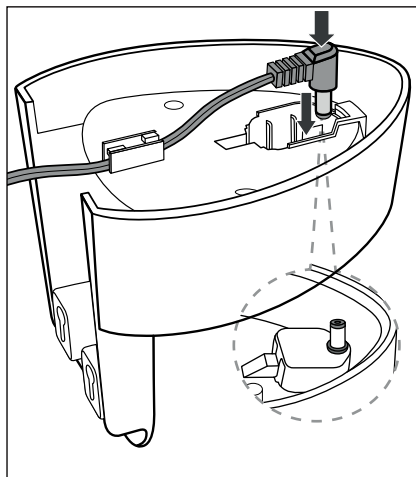

Fig. 2
- Læg først ledningen gennem ledningsføringen, og sæt hulstikket ❺ ind i åbningen på vægholderen ❸, så det sidder fast (fig. 2).